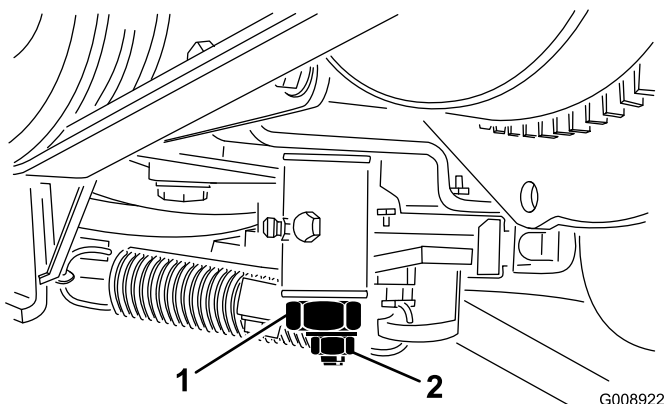

Bild 65
3. Lösen Sie die Sicherungsmutter an der Fahrtriebsnocke (Bild 65).